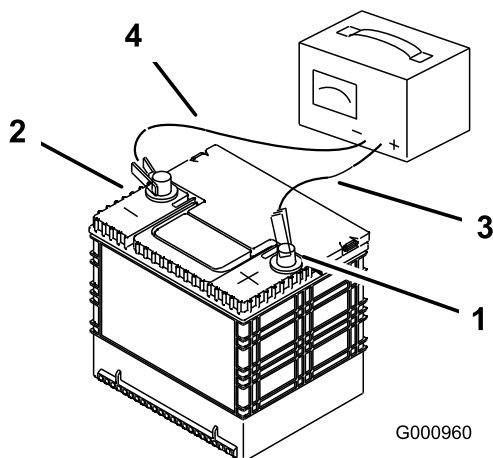

Figura 53
2. Quando la batteria è completamente carica, staccate il caricabatterie dalla presa elettrica e scollegate i cavi di ricarica dai poli della batteria (Figura 53).